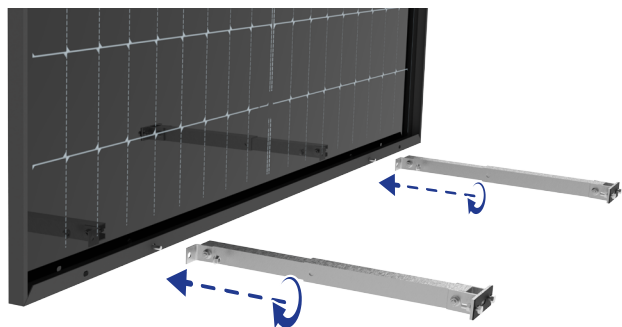

Fig. 4
4. Svitare il bullone presente sulla piastra ad "L" della barra telescopica (↻Fig. 4).
5. Inserire il bullone in corrispondenza del foro sulla cornice del pannello (↻Fig. 4).
6. Avvitare il dado flangiato per bloccare la barra telescopica (↻Fig. 4).